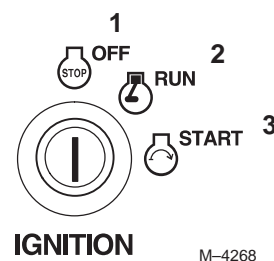

Figure 14
6. Tournez la clé de contact en position de Démarrage pour activer le démarreur. Relâchez-la quand le moteur démarre (Fig. 14).
3. Laissez tourner le moteur au ralenti pendant 60 secondes (Fig. 14).
4. Tournez la clé de contact en position contact coupé (Fig. 14).